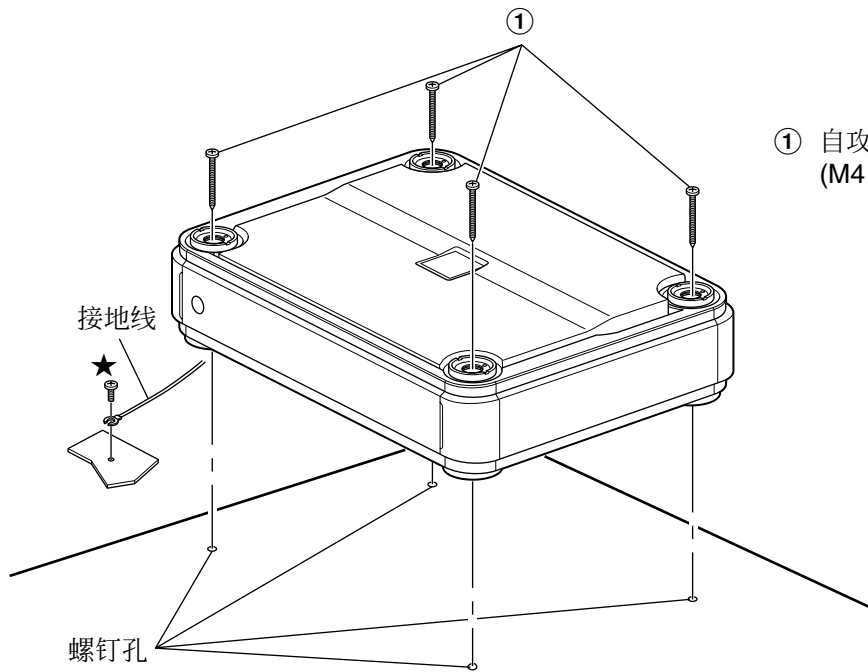

图 2
3. 用四个自攻螺钉（M4 x 40，附带）将装置向下固定住。请参考图 2。